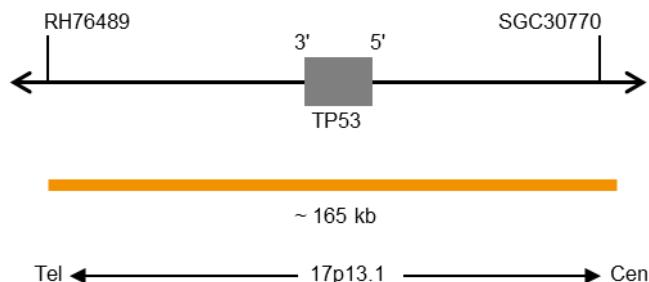

Abb. 1: SPEC TP53 Sondenlokalisierung (nicht maßstabsgetreu)
- ZyOrange (Anregung 547 nm/Emission 572 nm) markierten Polynukleotiden (~4,5 ng/μl), die gegen Sequenzen in 17p13.1* (chr17:7,495,749-7,663,022) gerichtet sind, welche die TP53-Genregion enthalten (siehe Abb.1).